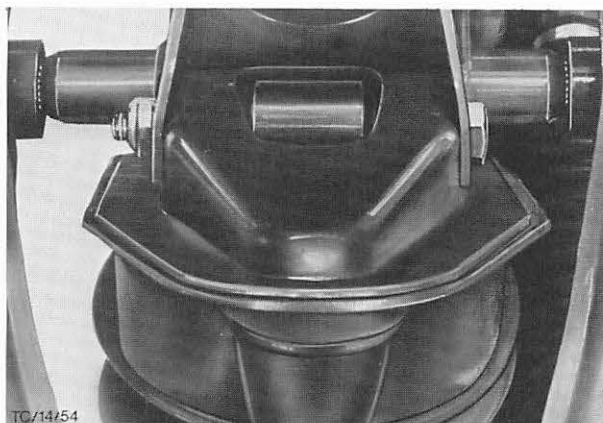

Abb. 39 Obere Befestigung – Stoßdämpfer
17. Spindelheber unter den unteren Querlenker setzen, Werkzeug 14-006 entfernen und Stoßdämpfer einbauen. Muttern der oberen und unteren Stoßdämpferbefestigung, Abb. 39, mit vorgeschriebenem Drehmoment festziehen.